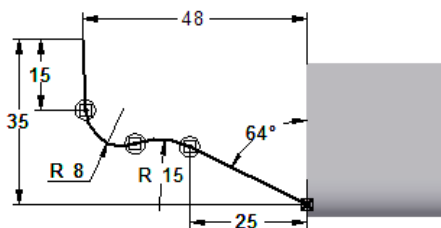

图 3.3.17 截面草图
(2) 绘制图 3.3.17 所示的截面草图。
(3) 单击“主页”操控板中的“关闭草图”按钮，退出草图绘制环境。